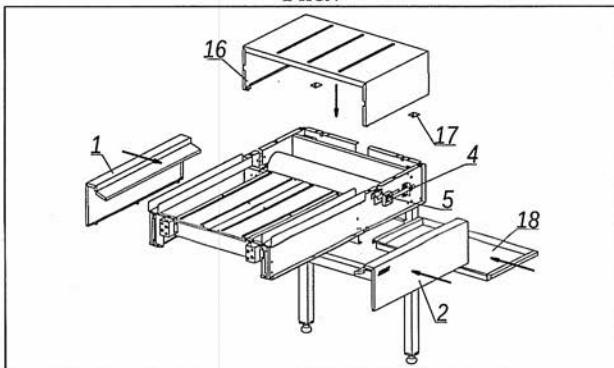

Рис.8
- **Рис.8.** Кожух (поз.16) крепить к каркасу модуля при помощи крепежа M6 (болт M6x14, шайба Ø6 , гровер Ø6) и фиксаторов (поз.17). Задвинуть поддон (поз.18).